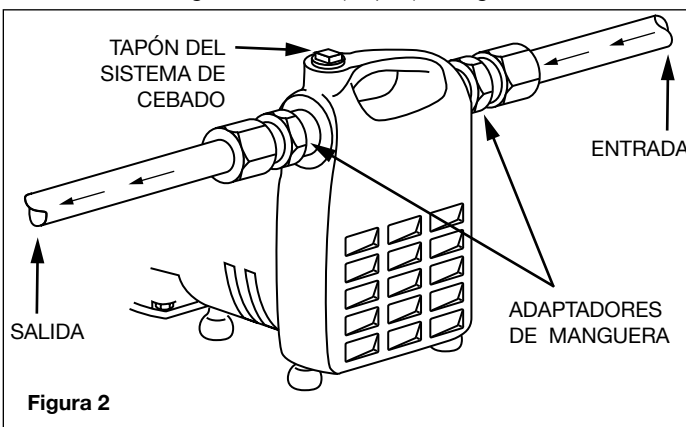

Figura 2
4. La Figura 2 le indica cómo instalar la bomba. Los adaptadores con roscas se le suministran para que conecte mangueras para jardín cuando las condiciones lo permitan. En ningún caso la bomba debe colocarse a más de 4,5 m (15 pies) de distancia o de altura con respecto a la entrada de agua. Instale una válvula de pie cuando la altura de succión sea superior a los 3 m (10 pies) o cuando la línea de succión tenga más de 3 m (10 pies) de largo.